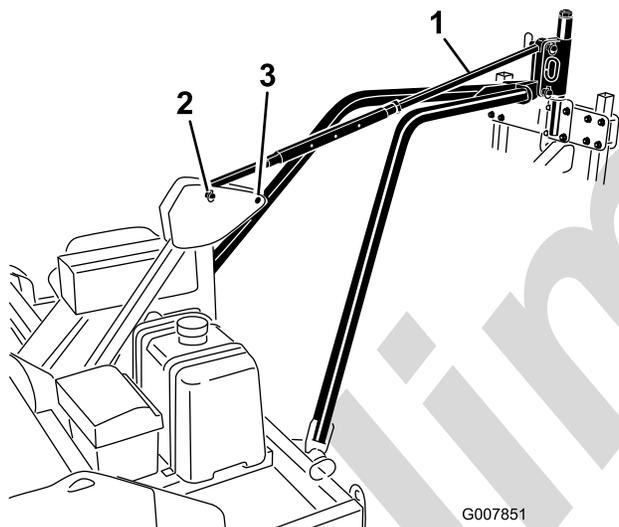

Рисунок 14
5. Совместите отверстие в фасонке буксировочного кронштейна с нижними отверстиями в сцепном шарнире аэратора (Рисунок 14). Прикрепите фасонку буксировочного кронштейна к
- Прикрепите тягу регулирования шага к верхним отверстиям в сцепном шарнире аэратора и к шарниру сцепной рамы с помощью пальцев сцепного устройства и шплинтов (Рисунок 14).